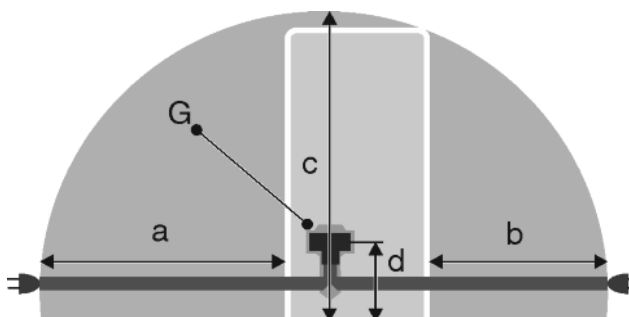

Fig. 41
- Priza se află în afara zonei părții posterioare a aparatului în zona dată *Fig. 41 (a, b, c)*.
- ▶ Cuplați fișa aparatului *Fig. 41 (G)* pe partea posterioară a aparatului. Acordați atenție fixării corecte în poziție.